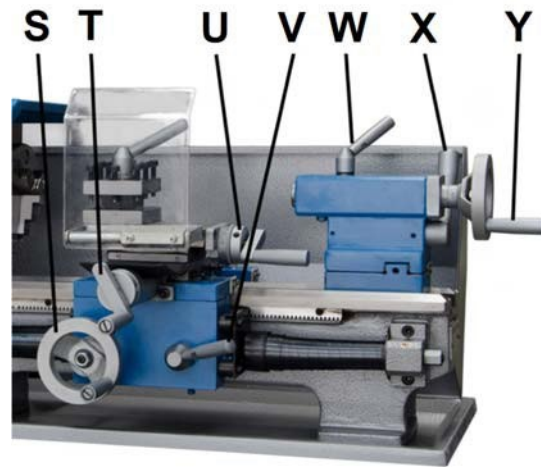

Figure 10-6 : Commandes de la machine
La course du tablier (S, Fig 10-6), la course de la glissière transversale (T) et de la glissière supérieure (U) peut être effectuée sur l'avance longitudinale et transversale.
Abaissez le levier demi-écrou (V, Fig 10-6) pour engager l'avance longitudinale automatiquement. Remontez-le pour désengager.